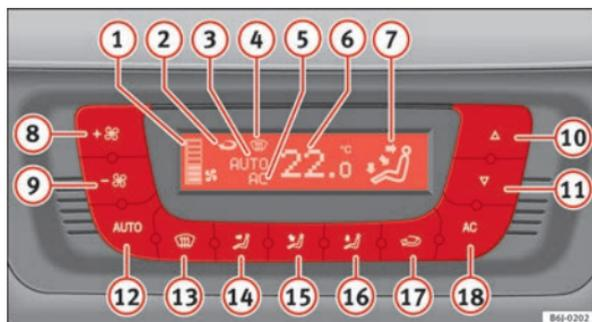

Fig. 94 Sur la planche de bord : éléments de commande du Climatronic
- Appuyez sur les touches (10) et (11) ⇒ fig. 94 pour régler la température.
- ① Indicateur de position du ventilateur.
- ② Indicateur de la fonction de recyclage de l'air ambiant
- ③ Position **AUTO** (Fonctionnement automatique)
- ④ Position de désembuage
- ⑤ Position AC (Climatisation connectée)
- ⑥ Indicateur de la température intérieure sélectionnée
- ⑦ Indicateur de la direction du flux d'air
- ⑧ Augmentation de la vitesse du ventilateur
- ⑨ Diminution de la vitesse du ventilateur
- Appuyez sur la touche **AUTO**. L'afficheur indique ⇒ fig. 94 (7).
- Appuyez sur les touches (10) et (11) ⇒ fig. 94 pour régler la température souhaitée dans l'habitacle. Nous vous recommandons une température de 22°C (72°F).
- Appuyez sur l'une des touches ⇒ fig. 94 (14) à (16) ou appuyez sur le régulateur du ventilateur (8) et (9). L'indication (3) s'éteint.
Le ventilateur peut être réglé à l'aide des touches (8) et (9) ⇒ fig. 94. Lorsque le ventilateur est éteint (l'écran n'affiche aucune position (1)) et que vous continuez à appuyer sur la touche (9), le Climatronic s'éteint. Dans un tel cas **OFF** apparaîtra à l'écran.
- Appuyez sur la touche  pour activer ou désactiver le mode recyclage de l'air ambiant. Il est connecté si le symbole  ⇒ fig. 94 s'affiche à l'écran.